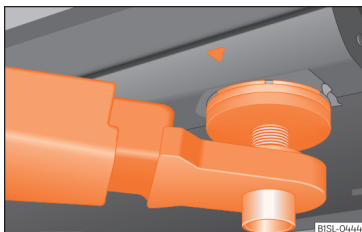
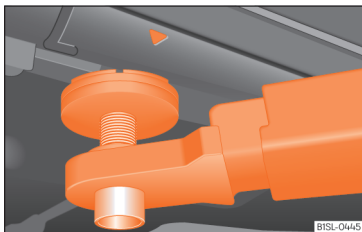

Abb. 177 Aufnahmepunkte vorn zum Anheben mit der Hebebühne oder dem Wagenheber.
Abb. 178 Aufnahmepunkte hinten zum Anheben mit der Hebebühne oder dem Wagenheber.
Das Fahrzeug darf nur an den in den Abbildungen » Abb. 177 und » Abb. 178 gezeigten Punkten angehoben werden. Wenn das Fahrzeug nicht an den gezeigten Punkten angehoben wird, können Schäden am Fahrzeug » » » ⚠ und schwerwiegende Verletzungen die Folge sein » » » ⚠.
• Fahrzeug nur an den in den Abbildungen » » » Abb. 177 und » » » Abb. 178 gezeigten Punkten anheben. Wenn das Fahrzeug nicht an den gezeigten Punkten angehoben wird, kann das Fahrzeug von der Hebebühne fallen, wenn z. B. der Motor oder das Getriebe ausgebaut wird.